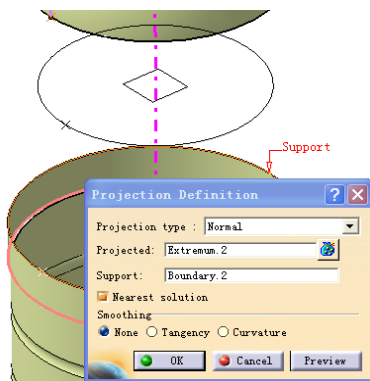
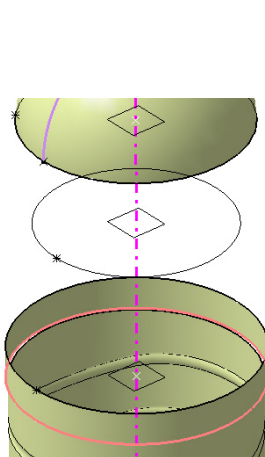

图 4-475
图 4-476
① 单击 Projection (投影) 图标, 在弹出的对话框中的 Projected 文本框中输入 Extremum.2, 在 Support 文本框中输入 Circle.3, 单击 OK 按钮, 完成投影点 Project.1 的建立。
② 重复步骤①的操作, 在 Projected 文本框中输入 Extremum.2, 在 Support 文本框中输入 Boundary.2, 如图 4-475 所示, 单击 OK 按钮完成第二个投影点 Project.2 的建立, 结果如图 4-476 所示。